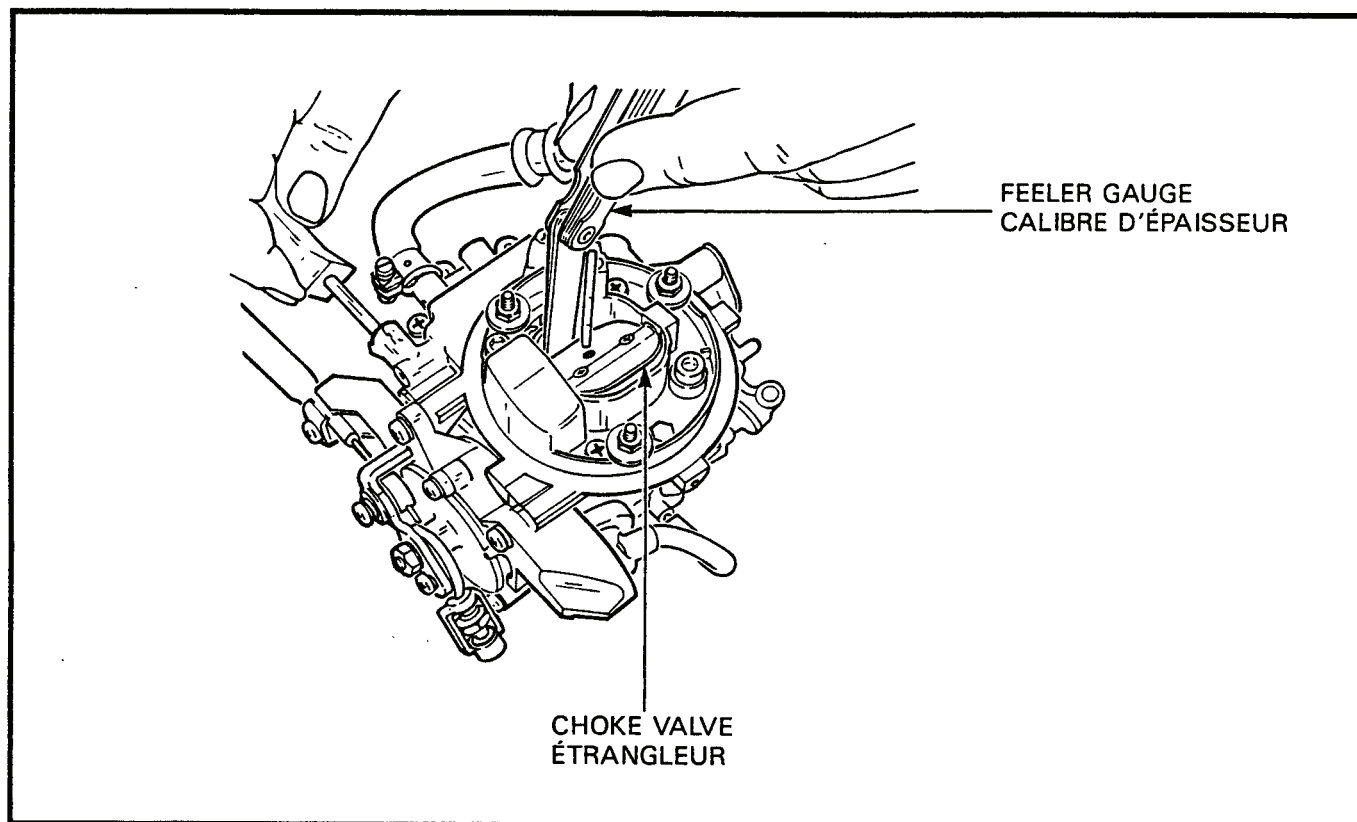

Figure 2-8-2 Measurement of Choke Valve Gap
- c. Using a screwdriver, push the pull-down operating rod in the direction of the pulldown unit until the rod contacts the stop and, using a feeler gauge, measure the choke valve gap on the enrichment tube side of the valve, see Figure 2-8-2. The valve gap should be between 3.85 and 4.15 mm.
- c. Au moyen d'un tournevis, pousser la tige de commande du dispositif anticalage vers ce dernier jusqu'à ce qu'elle vienne en contact avec la butée, et au moyen d'un calibre d'épaisseur, mesurer le jeu de l'étrangleur du côté du tube d'enrichissement, voir figure 2-8-2. Ce jeu devrait être de 3.85 à 4.15 mm.